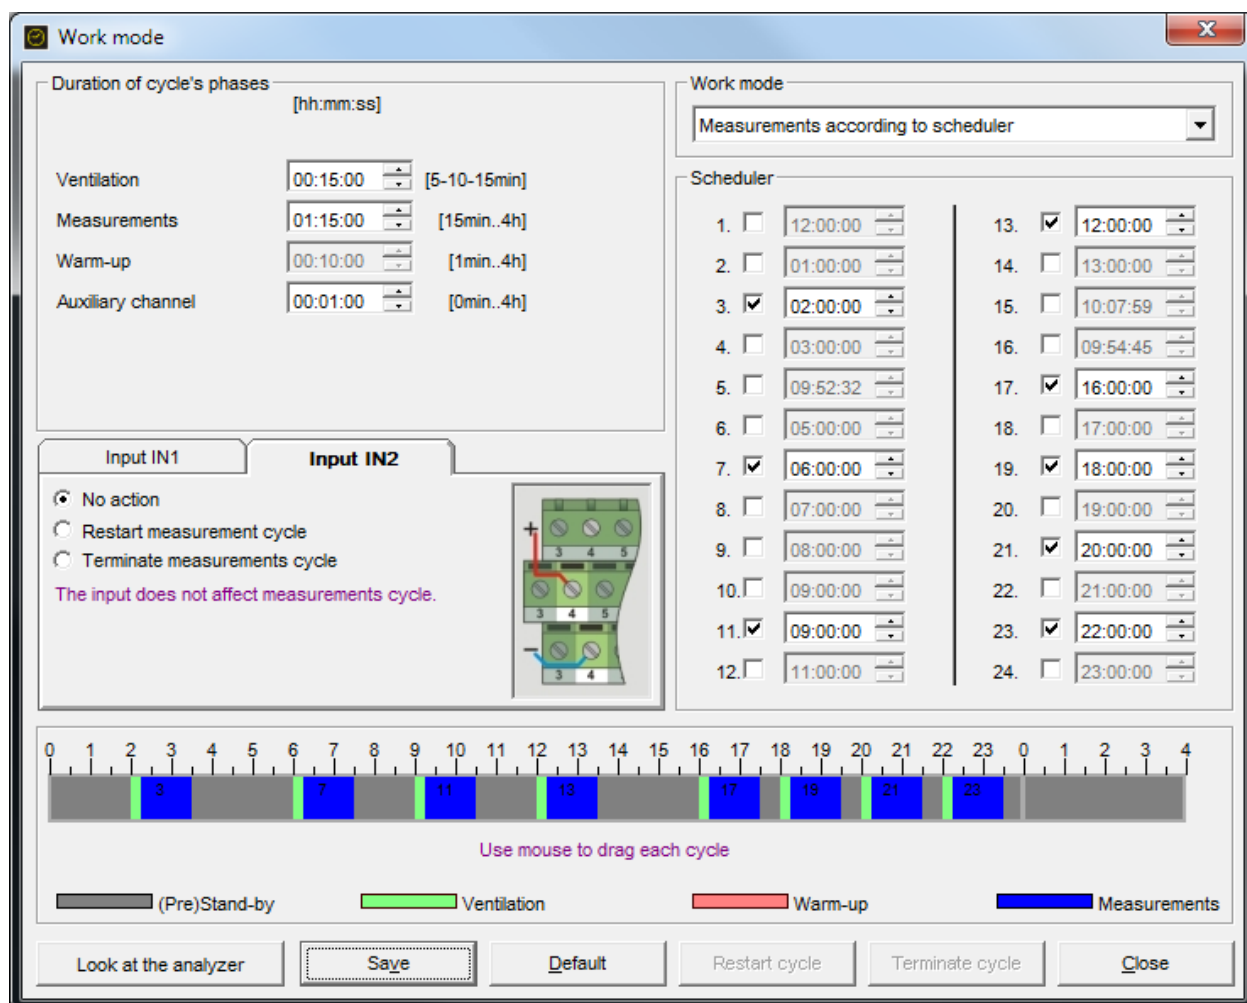

图 91. 根据计划表测量
- 根据工作表的测量 - 图 91.
当工作模式：“根据计划表测量”被选中，“计划表”阶段出现（如图 91.所示）。计划表允许设置 24 个周期的开始时间。通风,测量阶段, 测量以同样的方式在循环工作模式的情况下设置。